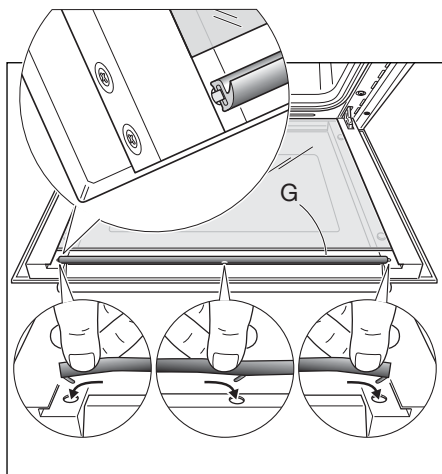

Fig. 43e
- Remettez en place le joint « G » en engageant les trois crochets de fixation. Veillez à le poser dans le bon sens (Fig. 43e).